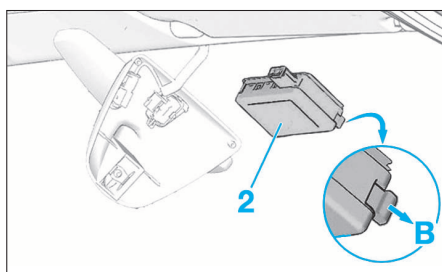

FIG. 103
- Déclipper le module (2) en B (Fig.103).